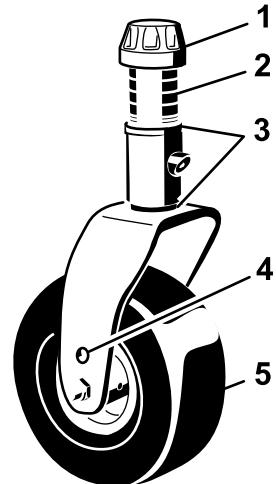

Bild 107
1. Entfernen Sie die Spannkappe von der Laufradspindelwelle und ziehen die Laufradspindelwelle aus dem Laufradarm heraus (Bild 107).
Entfernen Sie die Spannkappe und die Laufradgabel (Bild 107).